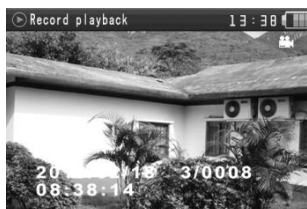

Рис. 18 Подменю **Record playback**
2. С помощью кнопок  выберите подменю  и нажмите , чтобы воспроизвести видеозапись или снимок экрана (Рис.18).